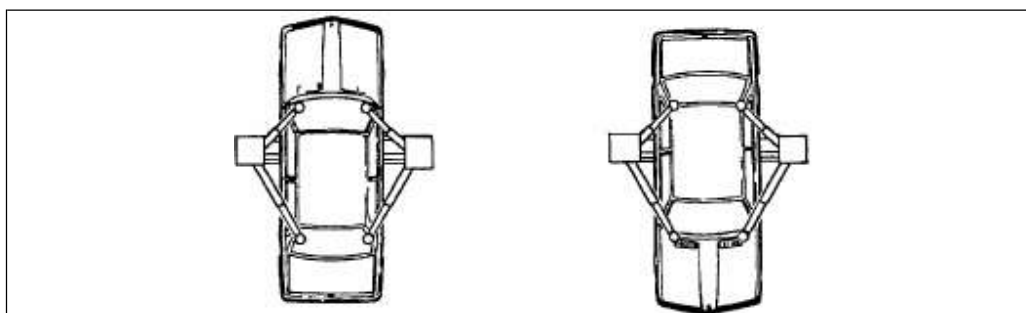

Рис. 15. Правильное размещение автомобиля
Для правильного размещения автомобиля на подъемнике крайне важно следить за равномерностью распределения нагрузки на телескопические кронштейны (см. Рис. 15).
- автомобиль был правильно установлен на подъемнике (Рис. 15);